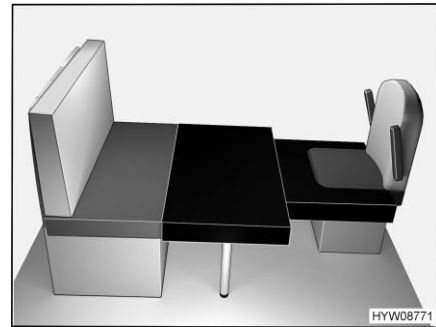

Bild 71 Nach dem Umbau
- Großes Zusatzpolster auf Tischplatte legen (Bild 71).
- Kleines Zusatzpolster auf Fahrersitz legen (Bild 71).